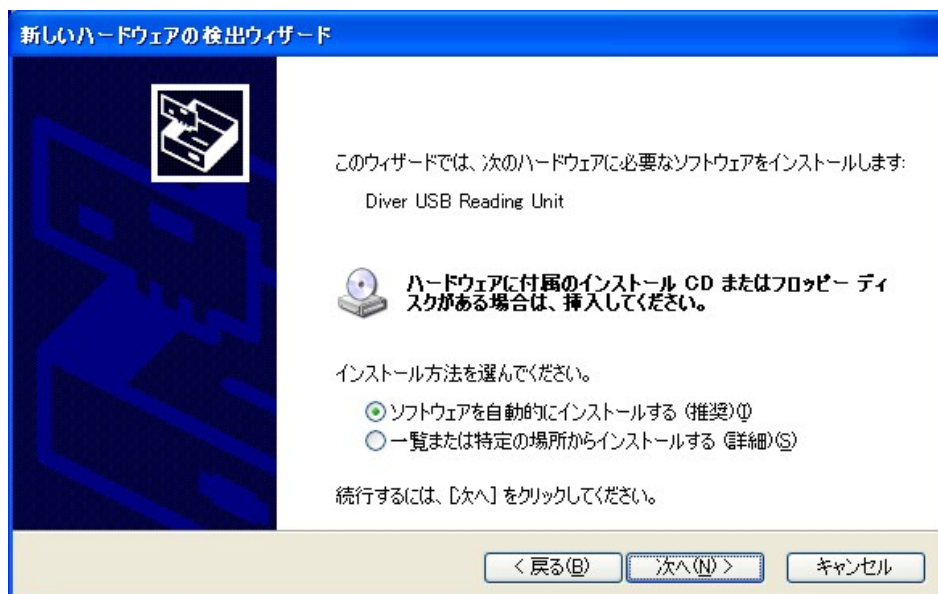

図2
3. 図2のウィンドウが表示されますので、「ソフトウェアを自動的にインストールする」にチェックが入っているのを確認して、[次へ]をクリックします。